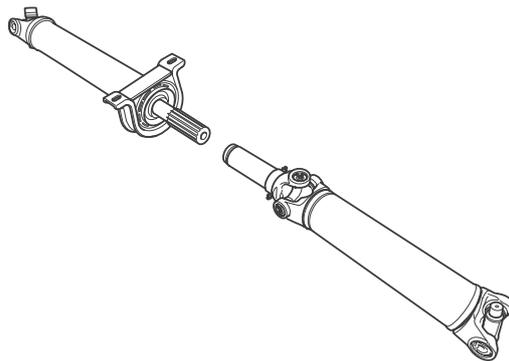

Figura 8.18
2. Puxe e separe as seções do garfo deslizante e eixo deslizante. Figura 8.18.